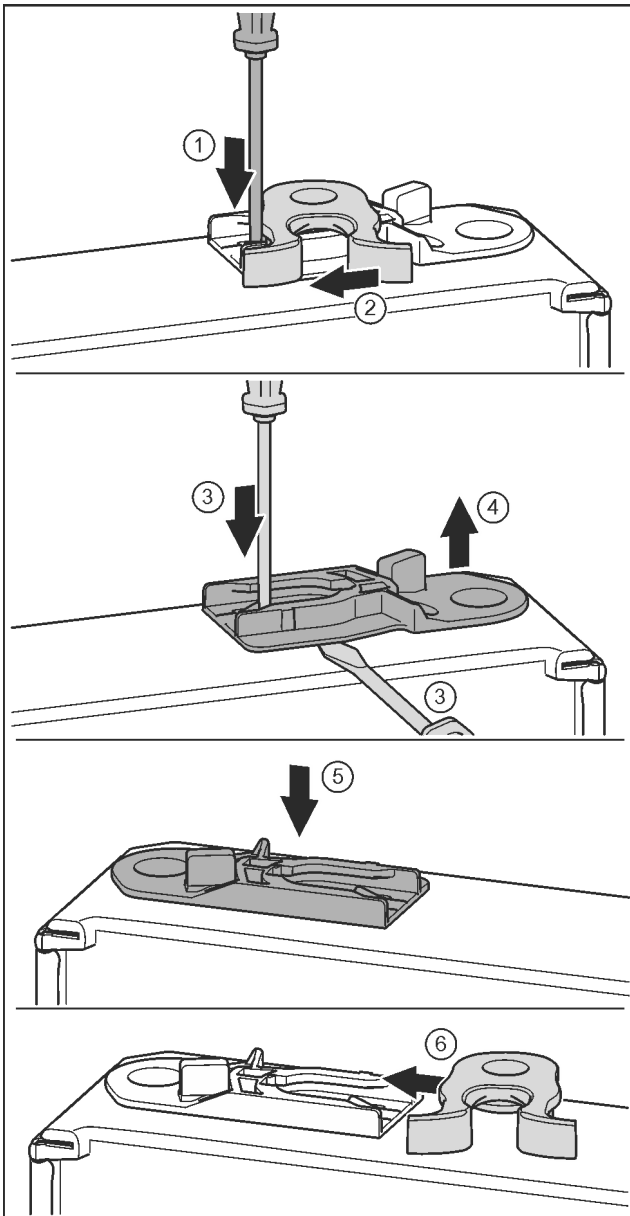

Fig. 18
- ▶ Plochým šroubovákem přitlačte lamelu dolů. Fig. 18 (1)
- ▶ Vytáhněte petlici z vedení. Fig. 18 (2)
- ▶ Vytáhněte vodící pouzdro: Stiskněte jazyček šroubovákem a současně plochým šroubovákem zajeďte pod vodící pouzdro. Fig. 18 (3, 4)
- ▶ Vodící pouzdro přiložené v příslušenství zasuňte na druhé straně pláště. Fig. 18 (5)
- ▶ Petlici zasuňte do vedení. Fig. 18 (6)